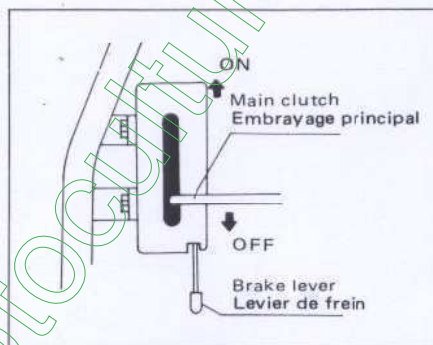

Fig. 4-1
- (1) Disengage the main clutch. (Fig. 4-1)
- (2) Set the throttle lever to the middle position between L and H.
- (3) On detailed instructions of starting the engine, refer to the engine manual.
- (1) Débrayer (Fig. 4-1)
- (2) Placer la manette des gaz à la position moyenne entre L et H.
- (3) Pour des informations plus amples sur la mise en marche du moteur, se référer aux instructions qui l'accompagnent.